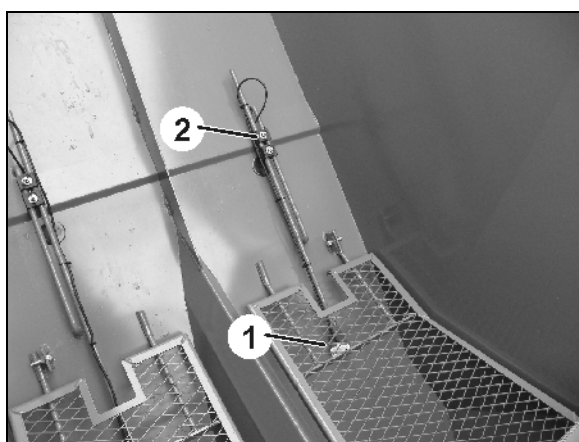

Bild 61
3. Lossa vingmuttern (Bild 61/2).
4. Ställ in nivåsensorns höjdläge (Bild 61/1) för önskad utsädesrestmängd.